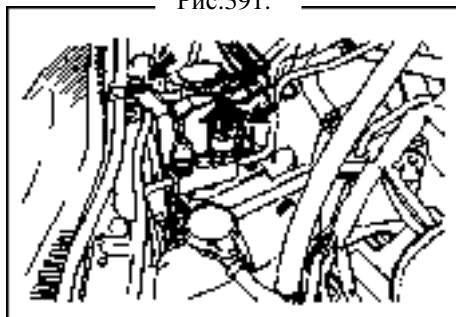

Рис.391.
- 4. Снимите блок управления гидравликой и скобу (РИС.391).**